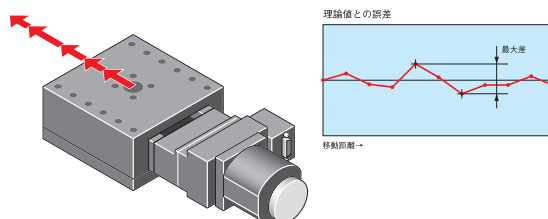

図3-1 位置決め精度
3.1 位置決め精度[JIS B 6191-1993 準拠]【図3-1】